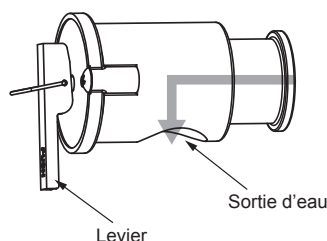

Fig. 4-2
4.4. Pièces demandant une inspection régulière (Fig. 4-2)